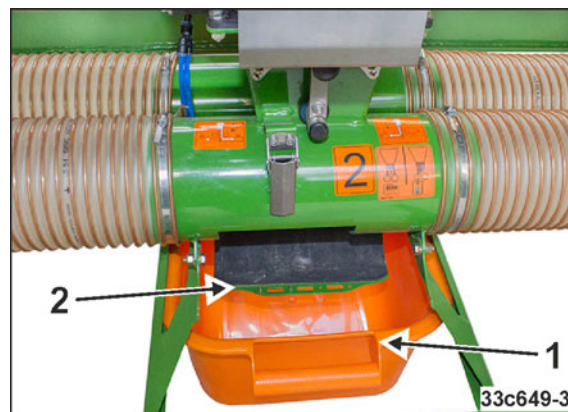

Bild 155
4. Skjut in ett vridprovskar (Bild 155/1) i fästet under alla doserare.
5. Lossa spännhaken och öppna luckorna på vänstra transportsträckan (Bild 155/2).